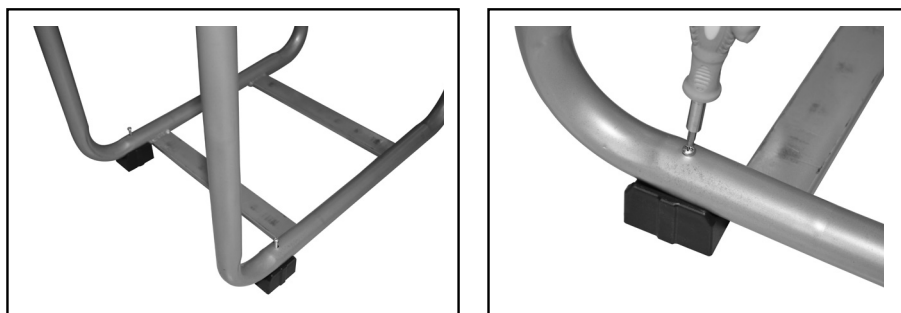

Fig. 5
3. Montare i piedini anteriori al telaio di base con l'ausilio di due viti di fissaggio per l'appoggio anteriore (Fig. 5).